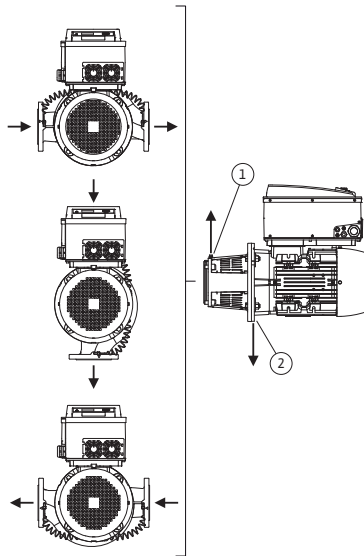
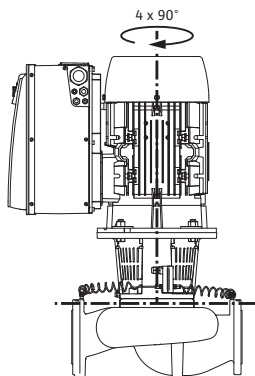

Fig. 18: Posições de instalação autorizadas com o veio do motor na horizontal
Fig. 19: Posições de instalação autorizadas com o veio do motor na vertical
As posições de instalação autorizadas com o veio do motor na horizontal e o módulo electrónico virado para cima (0°) estão representadas na fig. 18. Não estão representadas as posições de instalação autorizadas com módulo electrónico montado lateralmente (+/- 90°). São autorizadas todas as posições de instalação excepto “Módulo electrónico virado para baixo” (- 180°). A ventilação da bomba só pode ser garantida se a válvula de ventilação estiver virada para cima (Fig. 18, pos. 1).
Apenas esta posição (0°) permite que o condensado acumulado seja escoado por um orifício existente, lanterna da bomba ou motor (fig. 18, pos. 2).
As posições de instalação autorizadas com o veio do motor na vertical estão representadas na fig. 19. São autorizadas todas as posições de instalação excepto “Motor para baixo”.
- A válvula de ventilação na lanterna (Fig. 6, pos. 1.31) tem de estar sempre virada para cima, com o eixo do motor na horizontal (Fig. 12). Com o eixo do motor na vertical, qualquer orientação é admitida. Para isso, ver também Fig. 18: “Posições de instalação autorizadas com o veio do motor na horizontal” na página 142 ou Fig. 19: “Posições de instalação autorizadas com o veio do motor na vertical” na página 142.
- No caso do eixo de motor horizontal, o furo para água de condensação deve estar virado para baixo (fig. 18, pos.2). Se necessário, rodar o motor.